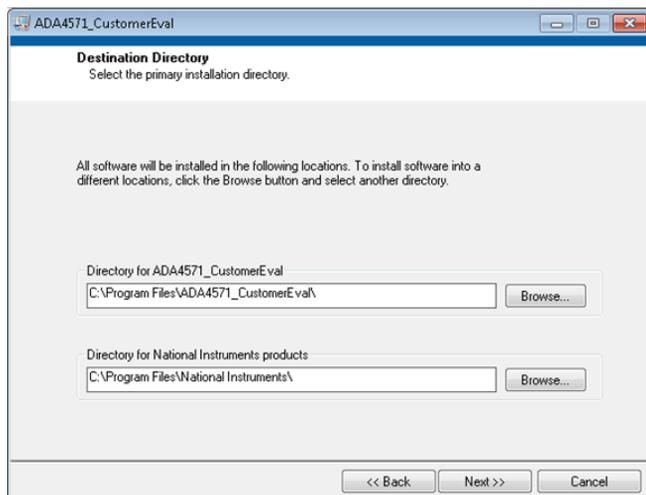

图2. 选择目标位置
2. 屏幕上出现**目标目录**时(如图2所示)，单击**下一步**。此外，还可单击**浏览**更改目标文件夹，选择另一个目标文件夹，然后单击**下一步**。